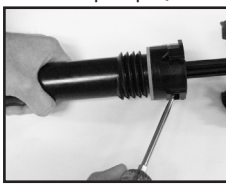
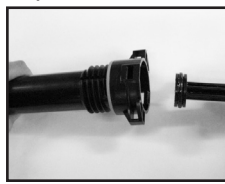

Figure 2
Figure 3
2. Pour démonter le bouchon de la pompe du cylindre de la pompe, enfoncez les languettes des deux côtés du cylindre de la pompe qui verrouillent le cylindre au bouchon en relevant le bouchon à l'aide d'un tournevis plat (**voir la figure 2**). Après avoir désengagé les languettes, le bouchon de la pompe et la poignée peuvent être retirés du cylindre de la pompe (**voir la figure 3**).